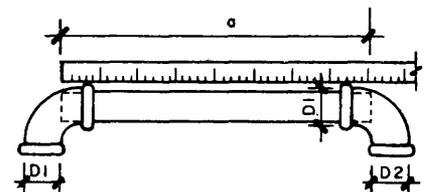

Fig. 8
4. Se determina la medida "a" del tubo, por simple lectura, cuando se puede medir de testa a testa (fig. 8).